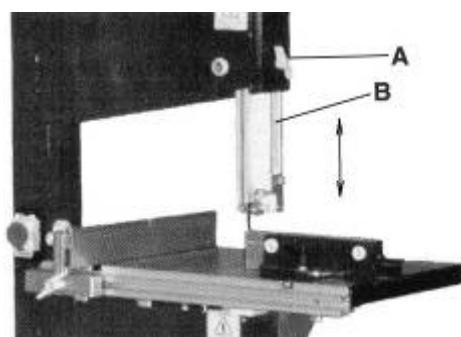

Рисунок 18.
- Открутите стопор, (A рис. 18.) зажимающий ползун (B рис. 18.) верхнего блока направляющих подшипников, расположенный на передней стороне верхнего кожуха пилы.